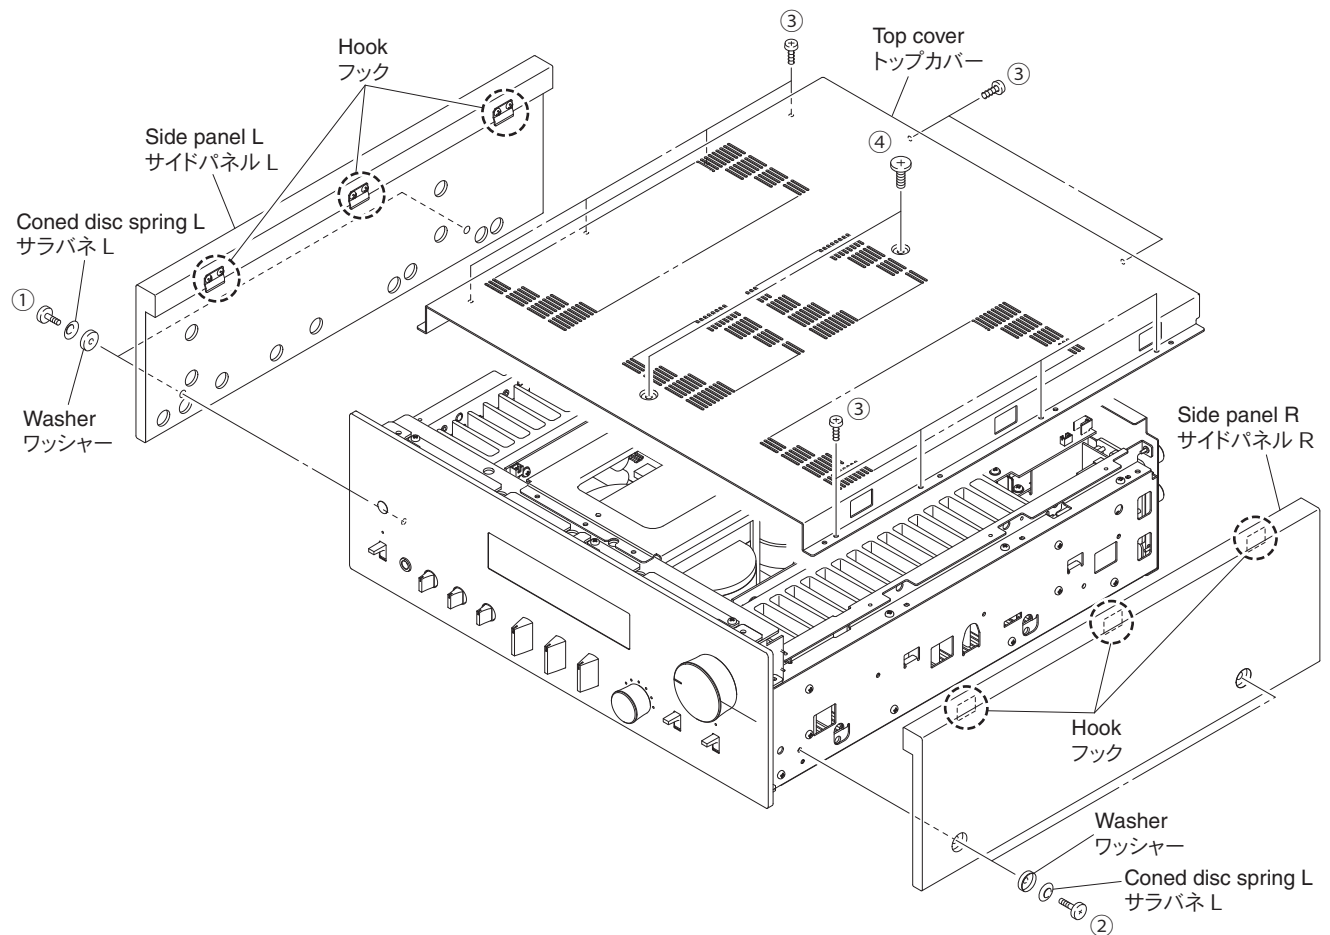

Fig. 1
- Remove 2 screws (①) together with the coned disc spring L and washer. (Fig. 1)
- Lift the side panel L a little, release hooks at 3 locations and then remove the side panel L. (Fig. 1)
- Remove 2 screws (②) together with the coned disc spring L and washer. (Fig. 1)
- Lift the side panel R a little, release hooks at 3 locations and remove the side panel R. (Fig. 1)
- ① のネジ 2 本をサラバネ L、ワッシャーと一緒に外します。(Fig. 1)
- サイドパネル L を少し持ち上げ、3ヶ所のフックを外し、サイドパネル L を外します。(Fig. 1)
- ② のネジ 2 本をサラバネ L、ワッシャーと一緒に外します。(Fig. 1)
- サイドパネル R を少し持ち上げ、3ヶ所のフックを外し、サイドパネル R を外します。(Fig. 1)
- Remove 10 screws (③) and 2 screws (④). (Fig. 1)
- Remove the top cover. (Fig. 1)
- ③ ネジ 10 本、④ ネジ 2 本を外します。(Fig. 1)
- トップカバーを外します。(Fig. 1)